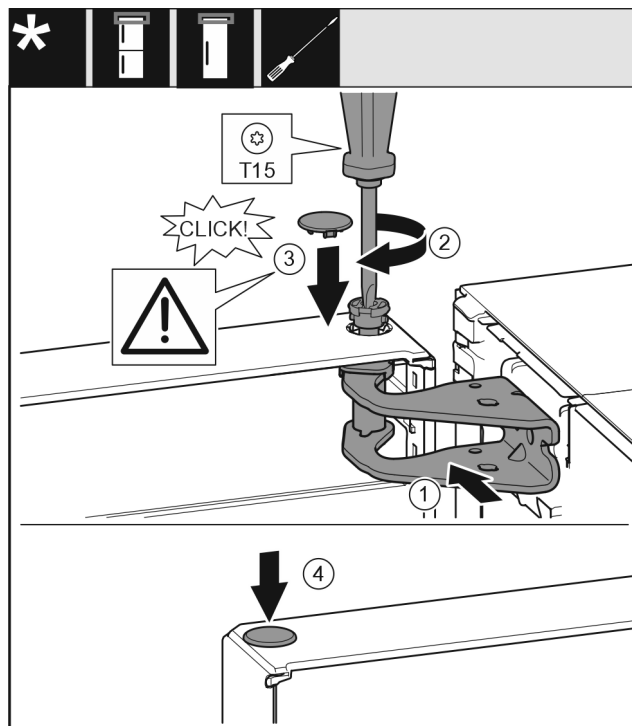

Fig. 19
- ▶ Justér døren foroven i forhold til åbningen i hængselbukken. Fig. 19 (1)
- ▶ Sæt boltens i, og skru den fast med skruetrækker T15. Fig. 19 (2)
- ▶ Monter sikringsafdækningen for at beskytte døren: Anbring sikringsafdækningen, og kontrollér, om det hviler på døren. Hvis dette ikke er tilfældet, skal boltten sættes helt i. *Fig. 19 (3)*
- ▶ Sæt propperne i. *Fig. 19 (4)*